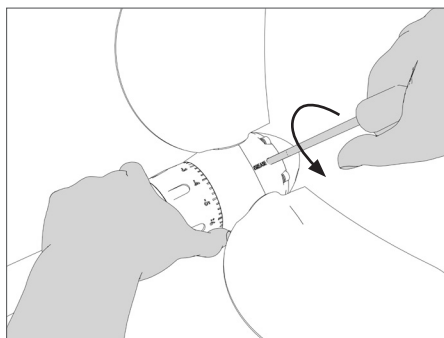

FIG. 42 | Svitamento tappo ingrassaggio
- Svitare il tappo del foro di ingrassaggio utilizzando una chiave a brugola (Fig. 42).